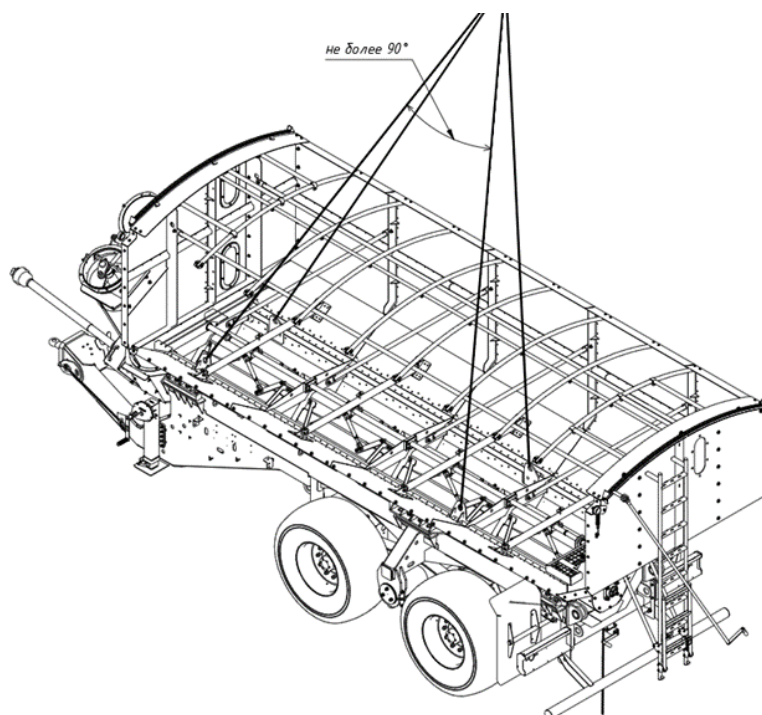

Рис. 29 – Схема строповки БП1000, БП2000
2. Строповку бункера производить согласно информационной табличке, указанной на кузове бункера (см. рис. 29).